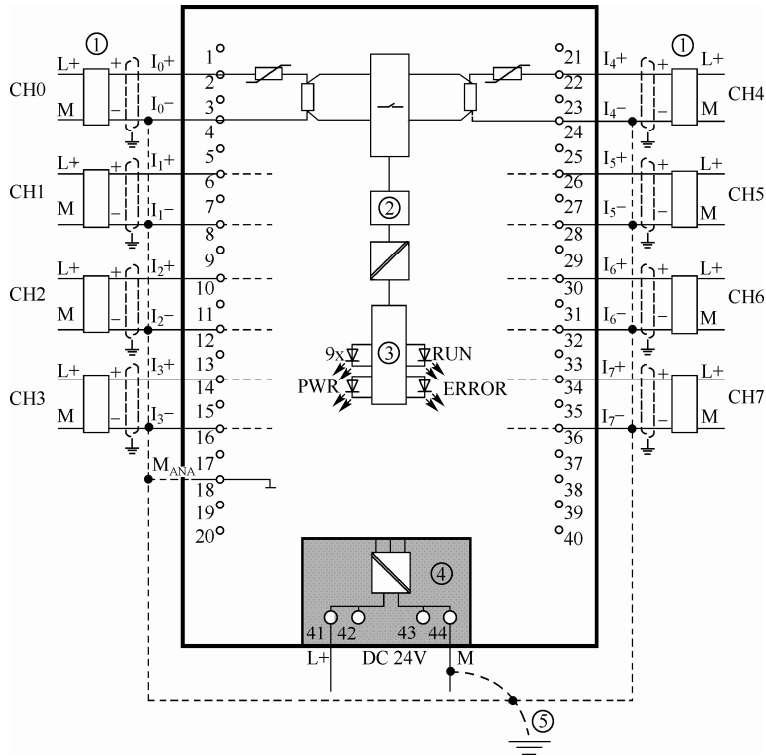
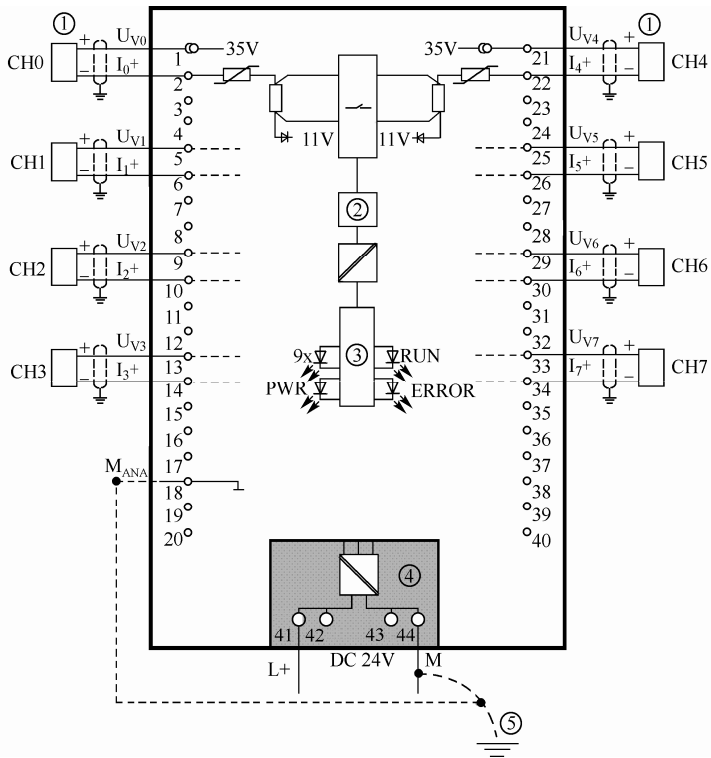

图 2-21 模拟量输入模块（6ES7531-7KF00-0AB0）的接线（四线式电流）
图 2-22 模拟量输入模块（6ES7531-7KF00-0AB0）的接线（二线式电流）
测量电流信号的四线式接线如图 2-21 所示，二线式如图 2-22 所示。标记⑤表示等电位接线。